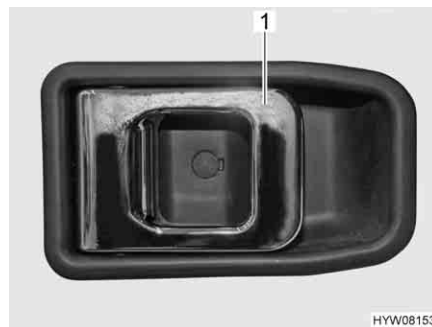

Fig. 40 Serratura della porta, lato interno
- Tirare la maniglia (Fig. 40,1). La serratura della porta si sblocca.
- Premere la maniglia (Fig. 40,1). La serratura della porta è bloccata.